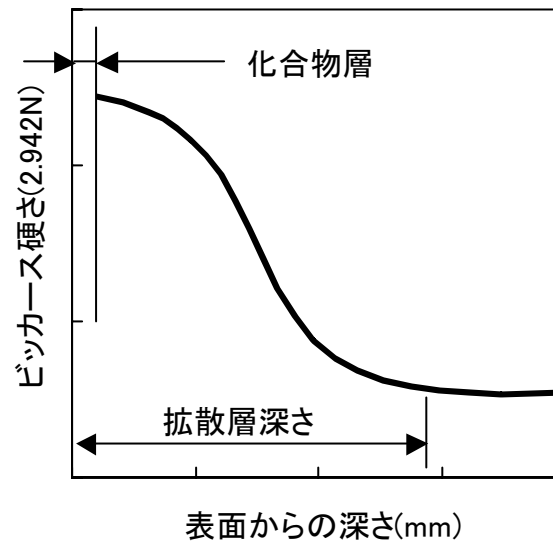

図 1 硬さ推移曲線
- (1) 4.1 の(1)と同一手順で試験片を作成する。
- (2) 被検面について、ビッカース硬さ試験を行い、図 1 に示すような硬さ推移曲線を作成し、その曲線から拡散層深さを測定する。この際、ビッカース硬さ試験の試験力は、原則として 0.981N とする。ただし、必要によって、0.981～2.942N を使用してもよい。